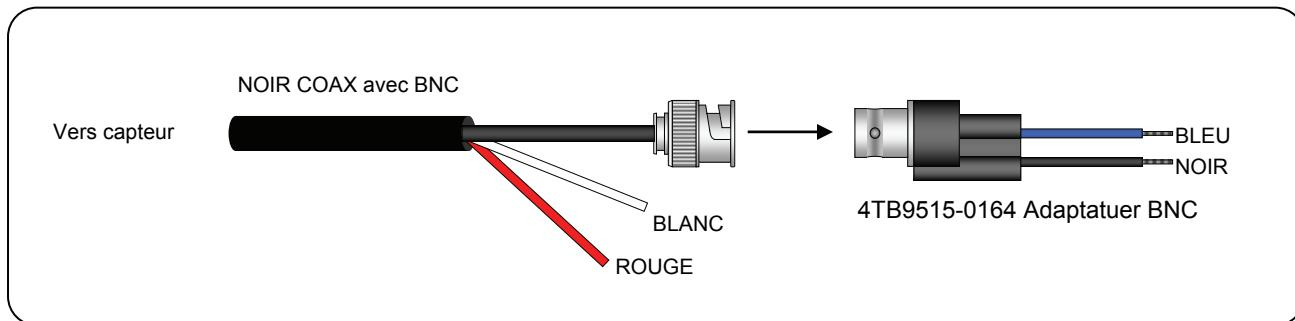

Figure 9 - CâbleTB5 BNC et adaptateur BNC
1. Un adaptateur BNC est nécessaire sur les capteurs fournis avec une extrémité BNC (voir la **Figure 9**).